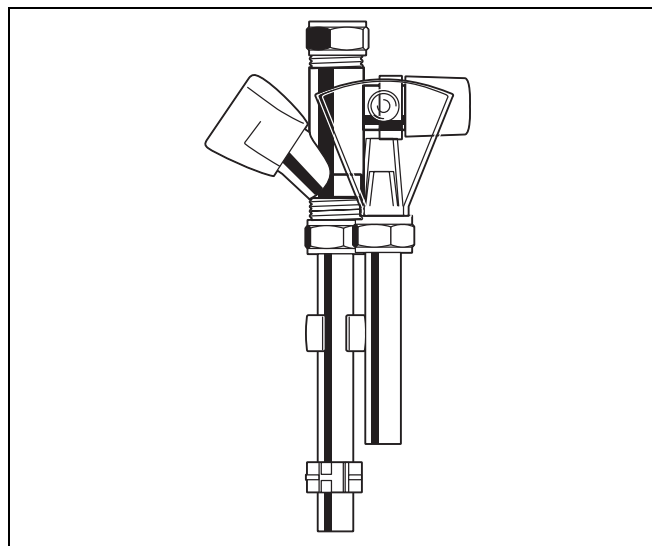

Рис. 9 Устройство предохранения от превышения давления с вмонтированным обратным клапаном
- Вмонтировать устройство защиты от превышения давления (рис. 9) с обратным клапаном в трубопровод для холодной воды. Таким образом гарантируется циркуляция теплой воды благодаря высокому давлению расширительной воды.